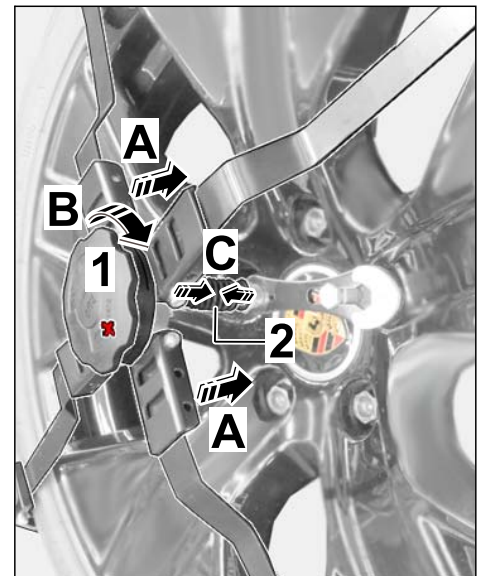

Bild 10
2.3.2 Schneekette im Bereich Drehknopf an das Hinterrad drücken (⇒ Bild 10-A-).
Drehknopf dabei gleichzeitig nach Rechts (Plus "+" Zeichen ⇒ Bild 10-B-) bis zum Anschlag zudrehen, bis der Faltenbalg zusammen gepresst ist (⇒ Bild 10-C-).